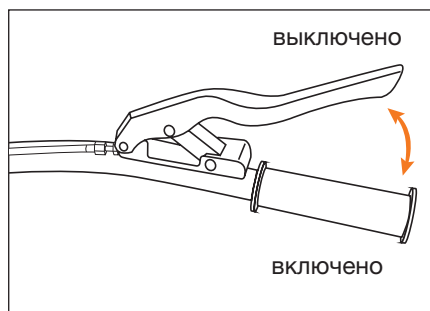

Рис. 14
При отпущенной ручке сцепления редуктор отключается от двигателя (Рис. 14).
- Плавно нажмите рычаг сцепления (Рис. 14) и начните движение.